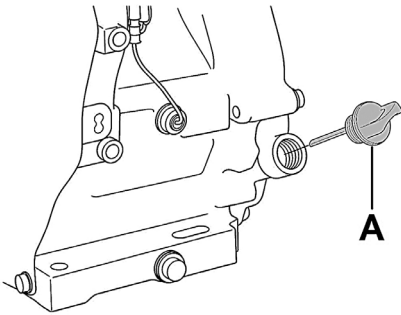

Рис. 4 Крышка-щуп маслозаливной горловины
3. Выкрутите крышку-щуп (А) маслозаливной горловины и извлеките щуп (Рис. 4).